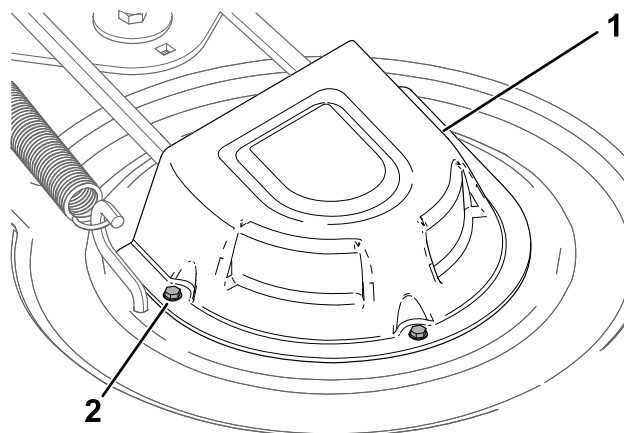

Figura 49
4. Afloje los tornillos y retire las cubiertas de las poleas (Figura 49).